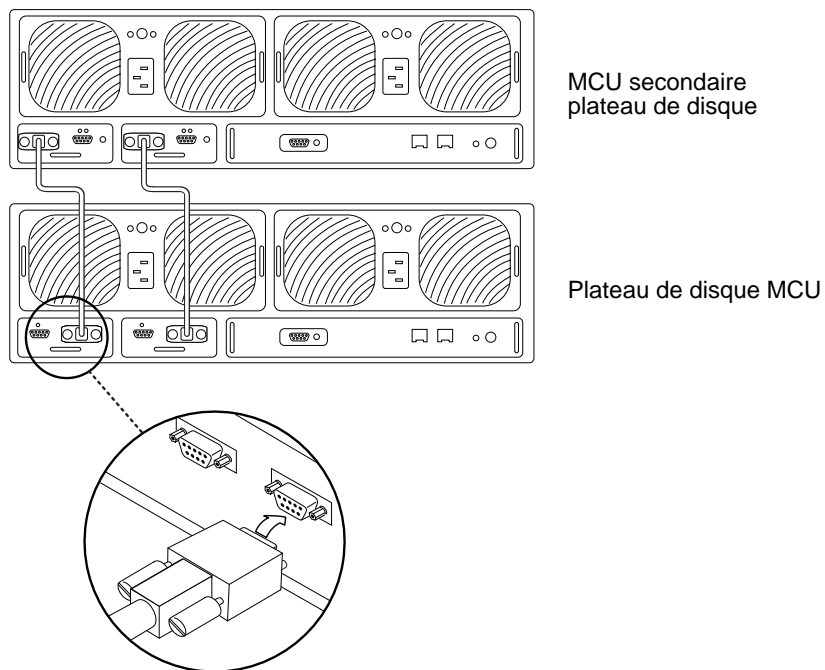

**FIGURE 2** Détails du panneau arrière d'un plateau de disque
1. **Connectez un terminal (moniteur et clavier) au port de console (voir la FIGURE 2) à l'arrière d'un plateau de disque MCU (Master Controller Unit).**